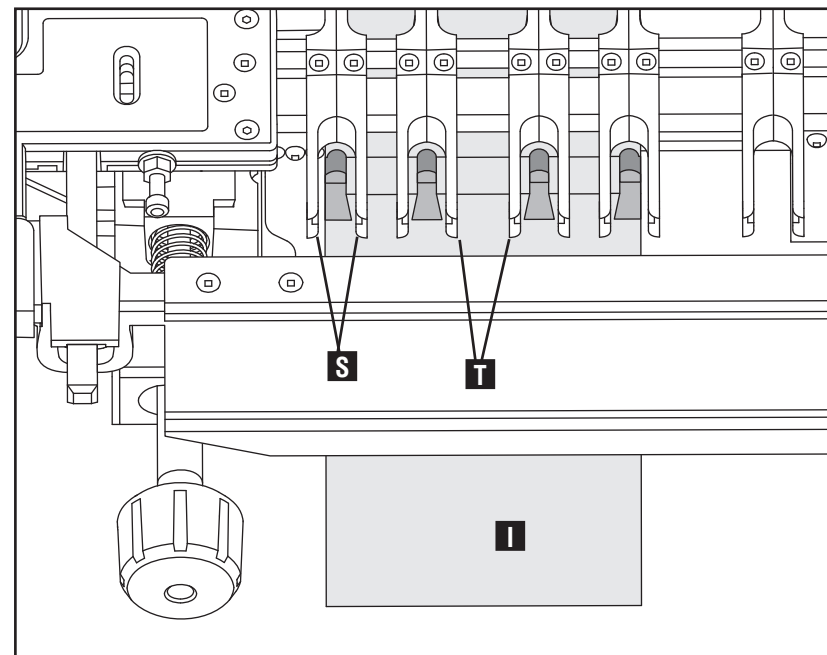

Fig. D10
15. Effectuez la coupe. Assurez-vous de couper seulement entre les rebords arrondis (S), Fig. D10, et non pas entre les rebords carrés (T). Faites des petites passes en bougeant de la gauche vers la droite entre les doigts.
16. Enlevez le hayon (I).